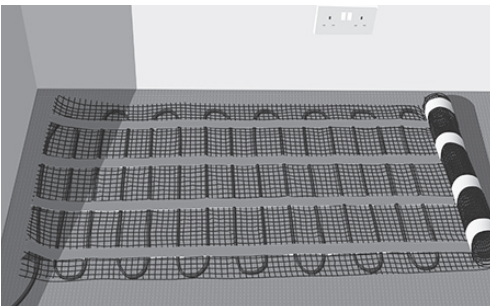
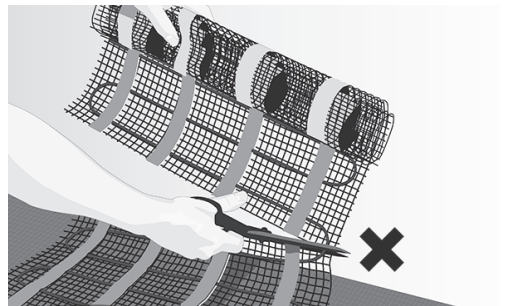
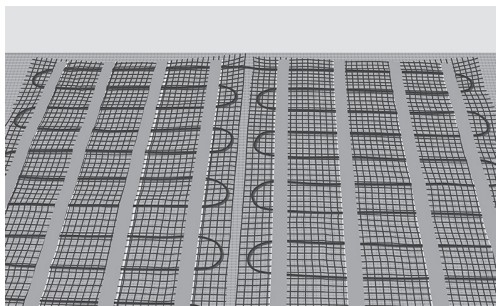

Fig. 4. Rulla ut mattan
Fig. 5. Klipp och vänd utan att skada kabeln
Fig. 6. Golv täckt med matta
8. Rulla ut mattan på golvet med nåtsidan uppåt tills du når väggen eller ett hinder (Fig. 4). Klipp och vänd mattan för att fortsätta lägga den. Klipp inte av kabeln (Fig. 5). Upprepa detta tills du har täckt golvet (Fig. 6).